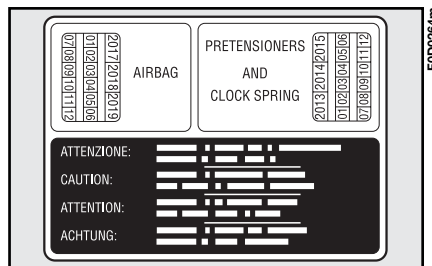

Abb. 17
*Der Gurtstraffer funktioniert nur einmal. Nachdem er aktiviert wurde, wenden Sie sich für den Austausch an das Fiat-Kundendienstnetz. Um zu wissen, wie lange die Vorrichtung gültig ist, lesen Sie das Schild auf dem vorderen linken Türpfosten im Bereich der Türschlösser (Abb. 17). Nähert sich dieser Zeitpunkt, wenden Sie sich für den Austausch der Vorrichtung an das Fiat-Kundendienstnetz.*